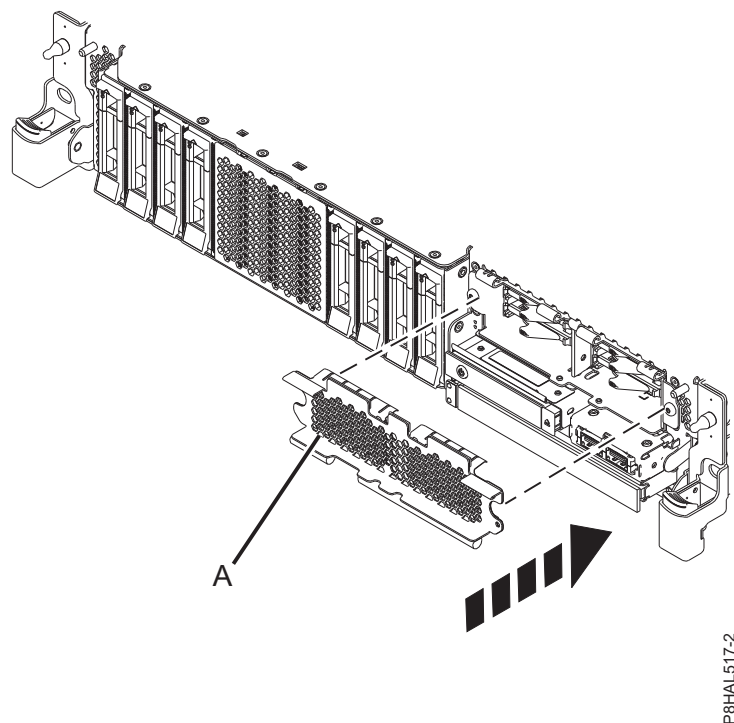

Figura 9. Com tapar el receptacle de l'SSD en un sistema de funció expandida
3. Si cal, tapeu el receptacle de l'SSD amb la placa perforada (A) tal com es mostra a la Figura 9 a la pàgina 13.